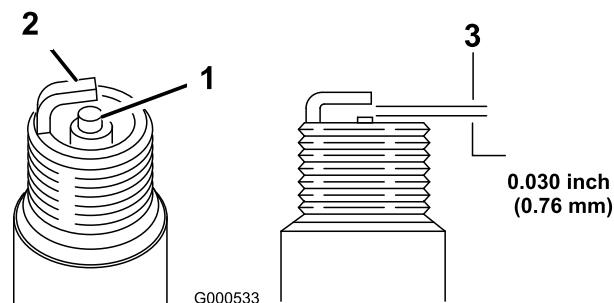

Figura 21
5. Ajuste el espacio entre los electrodos a 0,76 mm (0,030 pulgadas); consulte Figura 21.